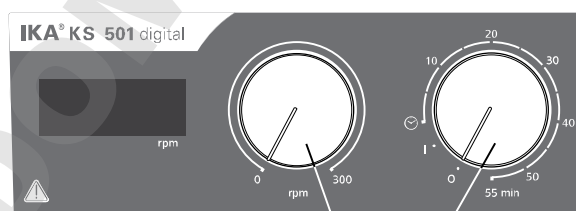

Fig. 3
- ☞ 「オン/オフ」および「タイマー」ダイヤルノブ (B, Fig. 3参照) を時計回りに「1」の位置まで回し、本体の電源を入れます。
- ☞ 「オン/オフ」および「タイマー」ダイヤルノブ (B) を「0」の位置まで回し、本体の電源を切ります。
- ☞ 「回転数」ダイヤルノブ (C, Fig.3参照) を回すことにより、KS 501/HS 501 digital は0~300rpmの範囲内で回転速度を設定することができます。